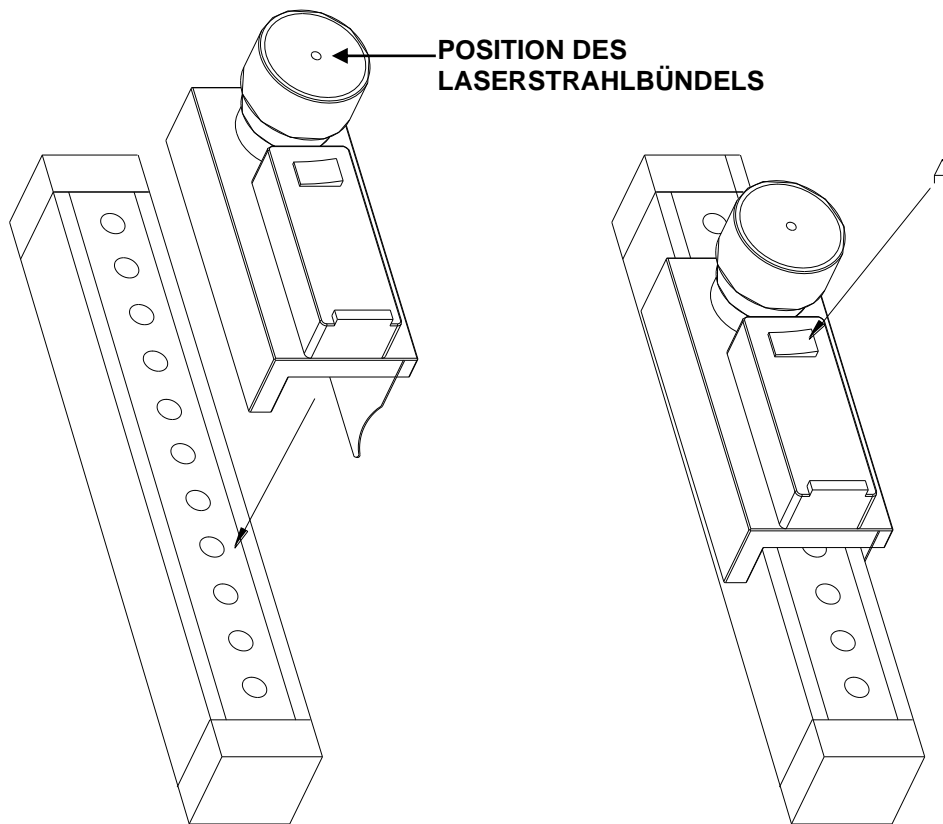

Abbildung 1
- Das LAD4 entlang der Vertikalachse von der Seite des optischen Fensters her am Sender befestigen (**sh. Abb. 1**). Von der korrekten Verbindung zwischen dem Gerät und den Lichtschranken hängt das Ergebnis der Ausrichtung ab.
- Das Gerät über den ON/OFF-Schalter einschalten (**Abb. 1, Detail A**).
➔ **Bei der Wiederholung des Tests darf das LAD4 niemals auf den Kopf gestellt werden: der Laserstrahlbündels sollte immer wie in Abbildung 1 gezeigt positioniert sein.**